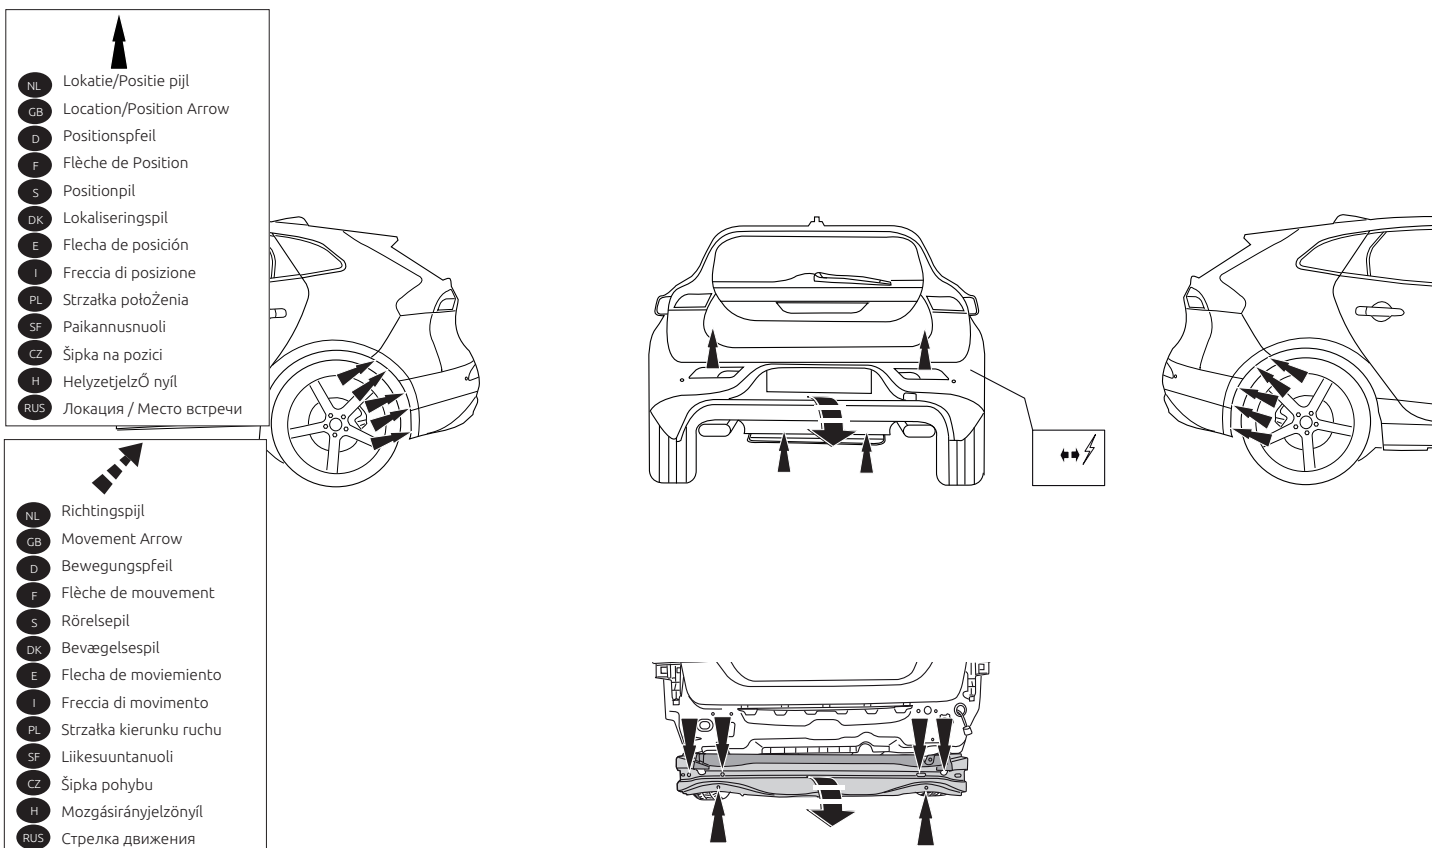

Fig. 1
1. Die Stoßstange einschließlich des stählernen Stoßbalkens vom Fahrzeug abmontieren. Siehe Abbildung 1.
- Voir la figure 1.
1. Demonter kofangeren, inklusive køretøjets stålstødbjælke. Se fig. 1.
1. Снять бампер вместе со стальным буферным брусом автомобиля. См. рисунок 1.